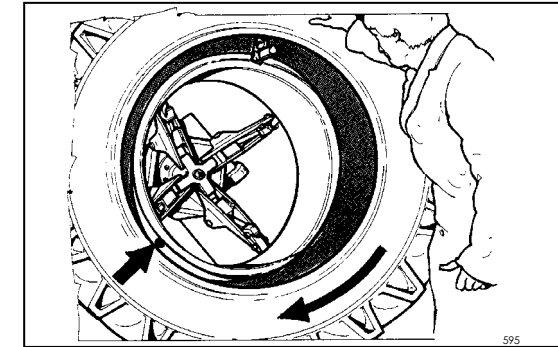

Fig.51
3. Place the hook tool as shown in Fig.51. The edge of the hook should be about 2-3 cm (1") away radially from the rim edge and 2-3 cm (1") to the outside.
3. Positionner le crochet comme le montre la Fig.51. L'extrémité du crochet doit être à une distance de 2-3 cm (1") environ du bord de la jante et de 2-3 cm (1") de l'extérieur.
3. Den Montagehaken wie in Abb.51 positionieren. Die Spitze des Montagehakens muß nach oben und von außen jeweils ca. 2-3 cm (1") vom Felgenhorn entfernt sein.
Fig. 51 a